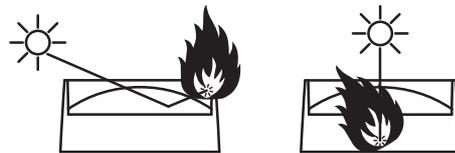

Figure 2: Dommages potentiels dus au soleil
**Attention !** Abritez les têtes ou orientez-les de façon à éviter toute exposition prolongée de face au soleil pendant la journée, même pour quelques secondes. Voir Figure 2. Les lentilles du train optique peuvent concentrer les rayons solaires suffisamment pour créer un début d'incendie et de lourds dommages dans le projecteur.
Voir Figure 2. Les lentilles peuvent concentrer le soleil et les sources de lumière puissantes, cause de risque d'incendie ou de lourds dommages au projecteur. Protégez ou abritez les têtes si nécessaire.